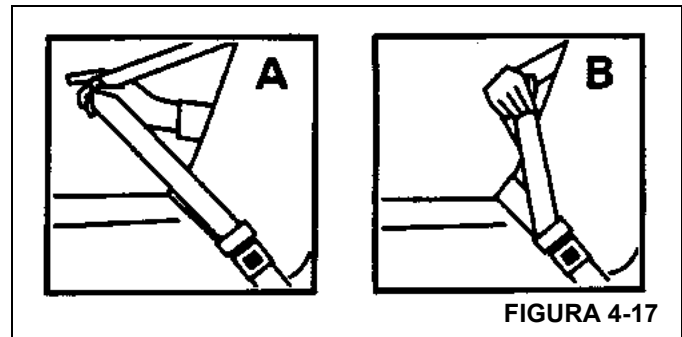

FIGURA 4-17
- a. Tire del cinturón de hombro (A) por lo menos unos 130 mm (5 pulg) de manera que cuando lo suelte el cinturón vuelva a quedar sobre el pecho (Figura 4-17).
- b. Luego tire del cinturón de hombro (B) hacia abajo la cantidad mínima necesaria para aliviar la presión, pero no más de 25 mm (1 pulg) y suelte.